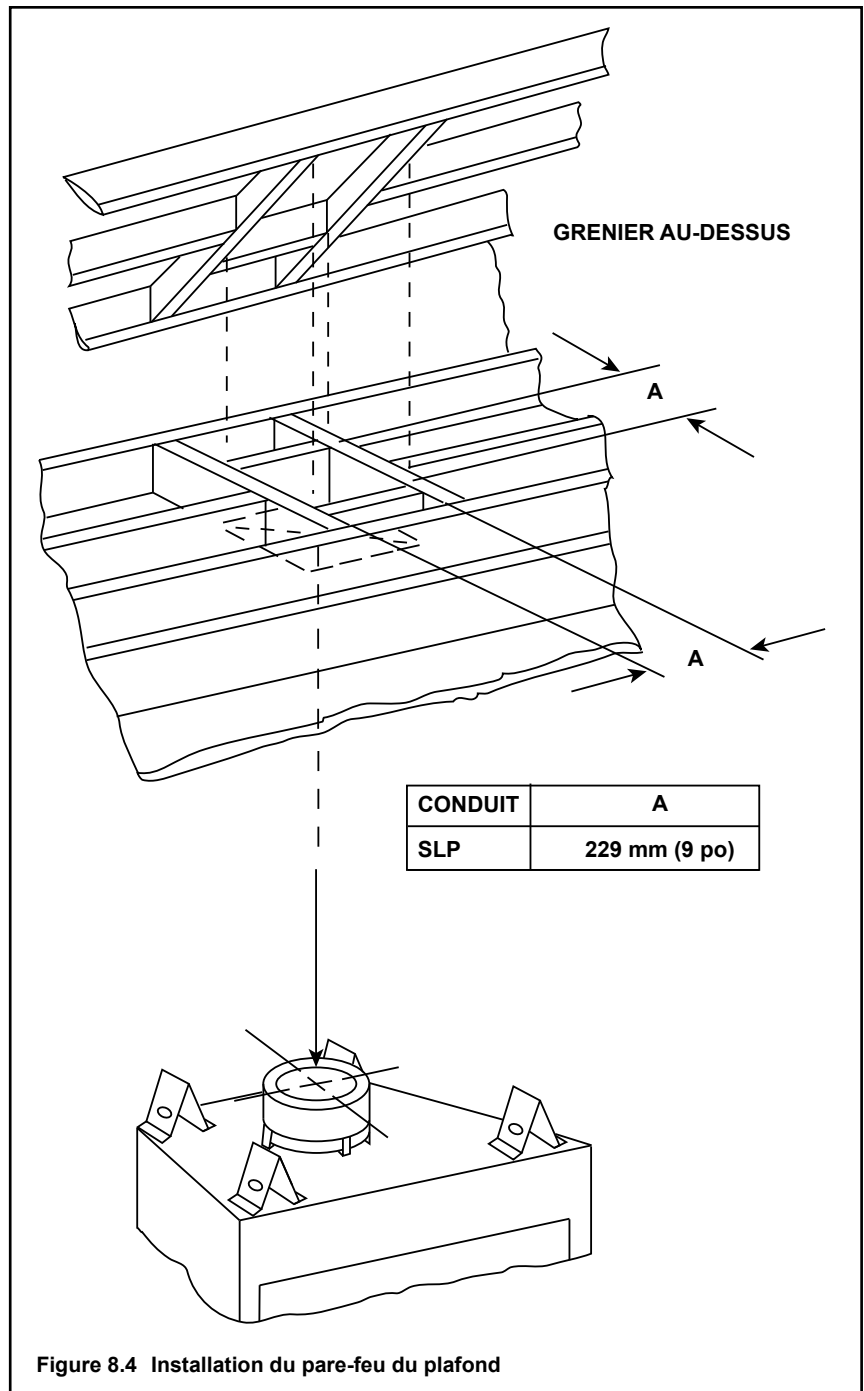

Figure 8.4 Installation du pare-feu du plafond
- **Conduit SLP seulement** – Encadrez une ouverture de 229 x 229 mm (9 x 9 po) lorsque le conduit d'évacuation traverse un plancher/plafond (voir la figure 8.4).